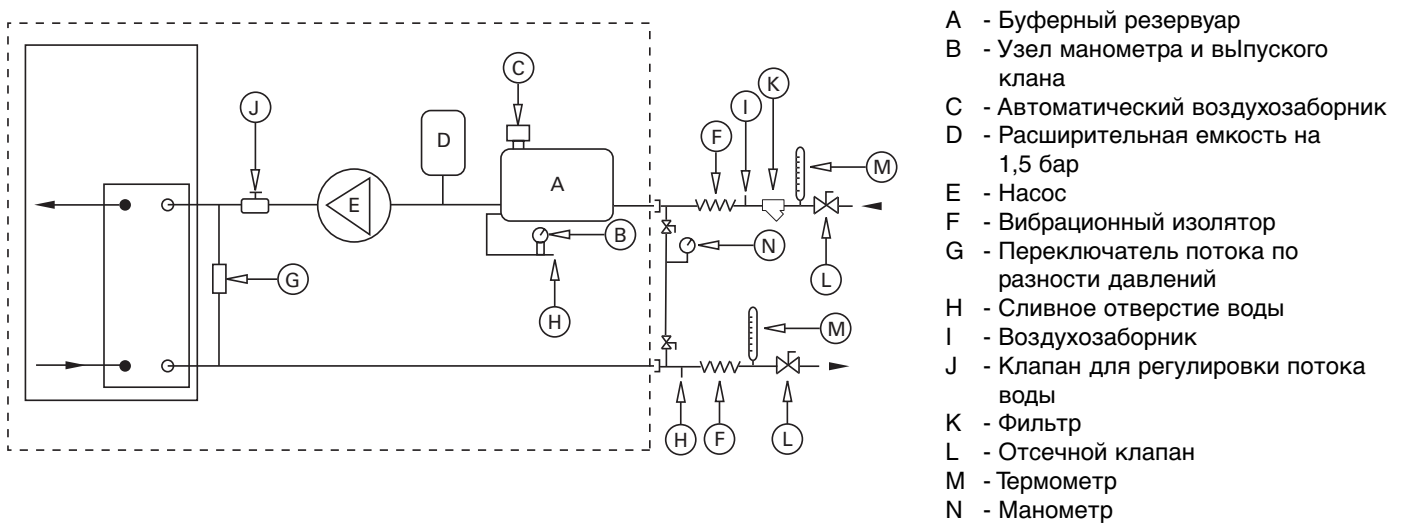

Рис. 2. Типовой контур охлажденной воды - для моделей VGA/VXA
8. Отрегулируйте расход воды и проверьте, чтобы перепад давления на испарителе при работающем насосе охлажденной воды находился в диапазоне +/- 20% от значений, указанных на рис. 2. Если необходимо, отрегулируйте положение регулировочного клапана на водяной линии (при разомкнутом прерывателе цепи компрессора).